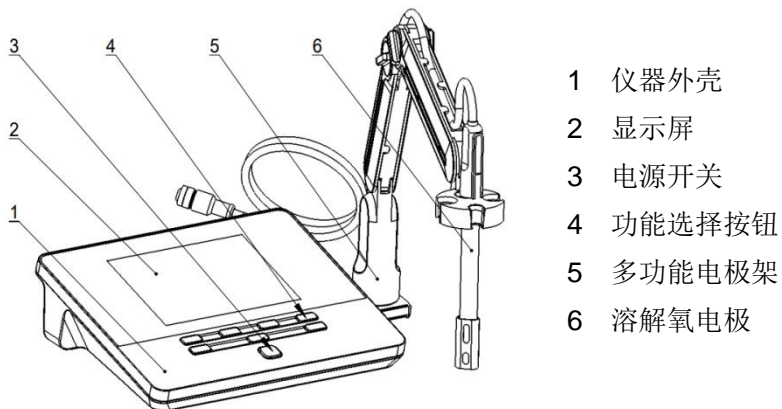
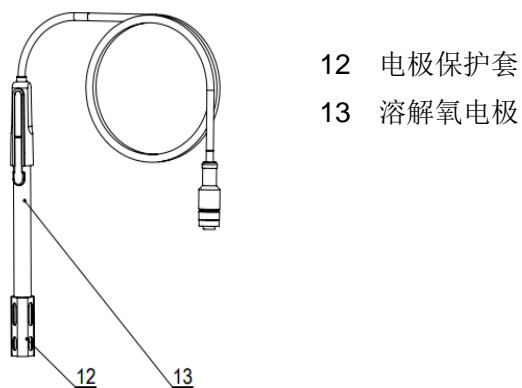

图 4-1 仪器正面示意图
图 4-3 电极示意图
- 1) 将溶解氧电极 (13) (图 4-3) 安装在多功能电极架 (5) (图 4-1) 上;
- 2) 在仪器的背面找到 DO/T 电极接口 (7), 将溶解氧电极接入接口内。溶解氧电极自带温度补偿, 无需另外接温度电极。